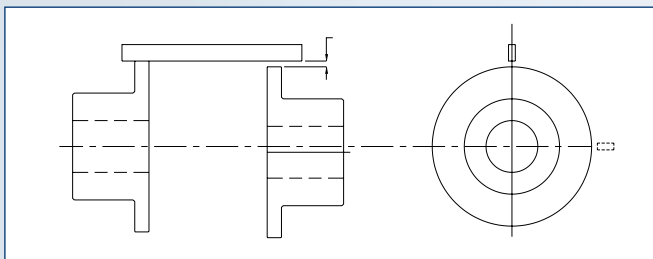
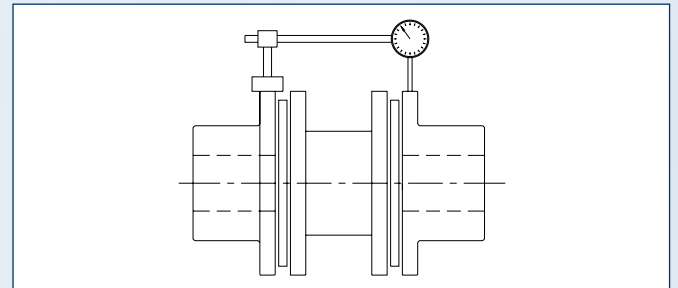

Abb. 6
Abb. 7
1. Die erste parallele Ausrichtung kann überprüft werden, indem man ein Lineal über den Nabenflansch (Abb. 6) verwendet, um den ungefähren Abstand (r) – wie in Tabelle 6 dargestellt – zu messen. Eine präzisere Messmethode ist die Verwendung einer Messuhr, wobei die parallele Verschiebung an mindestens zwei Stellen, die 90° voneinander entfernt sind, bei rotierender Nabe gemessen wird. Dies ist in Abbildung 7 dargestellt.